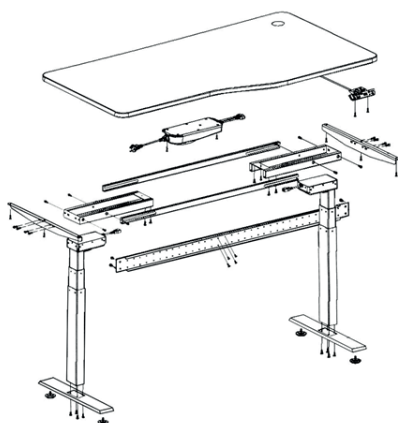

Imagen 1: vista detallada
A. Conecte correctamente la caja de control, el panel de mandos, el cable de alimentación, la columna de elevación, el cable de conexión, como se muestra en la imagen 1.